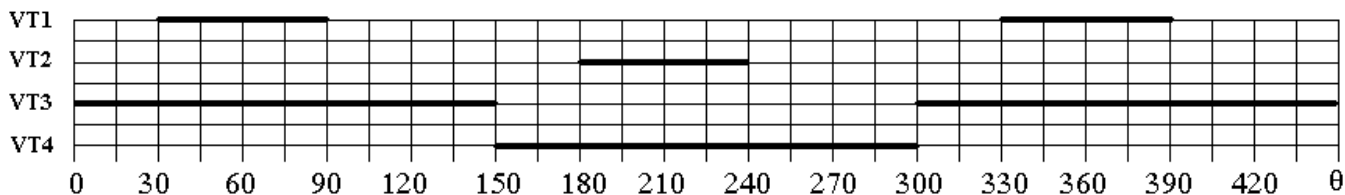

Рис.2
**Задание 3-2а** Дано:  $E_S=300$  В;  $R_H=5$  Ом;  $L_\phi=0,01$  Гн;  $f=100$  Гц. Для схемы рис.1, при включении транзисторов согласно рис.2: